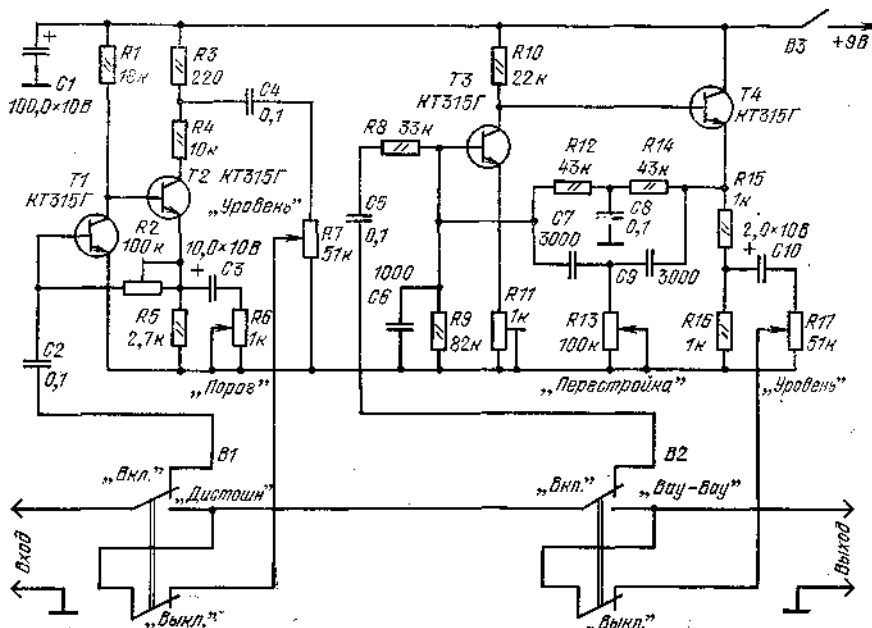

Рис. 74
**Комбинированная приставка.** На рис. 74 представлена принципиальная схема приставки, которая в зависимости от положения основных переключателей  $B1$  и  $B2$  может обеспечить эффект «дистошн» или «вау-вау». На транзисторах  $T1$  и  $T2$  собрано устройство «дистошн», а на  $T3$  и  $T4$  — «вау-вау». Подстроечным резистором  $R2$  устанавливают характер звучания, а  $R11$  — ширину полосы подчеркиваемых частот. Переключатели  $B1$  и  $B2$  позволяют вводить в действие оба эффекта независимо один от другого. Такое сочетание эффектов придает игре на электрогитаре более широкие возможности.